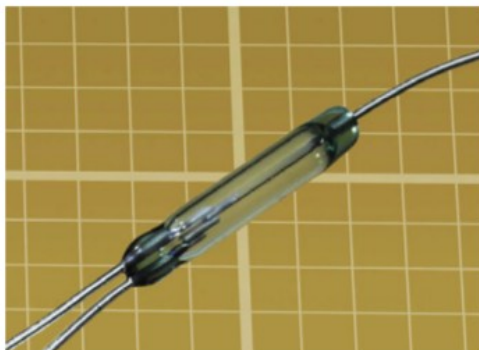

Figure 29-6. Interrupteur Reed inverseur (SPDT).
- Il existe également des interrupteurs Reed SPDT et DPDT. La fig. 29-6 présente un interrupteur à inverseur unique (SPDT). Le contact commun est relié au fil unique situé à une de ses extrémités. Le fil le plus long des deux sorties de l'extrémité opposée est relié au contact normalement fermé.